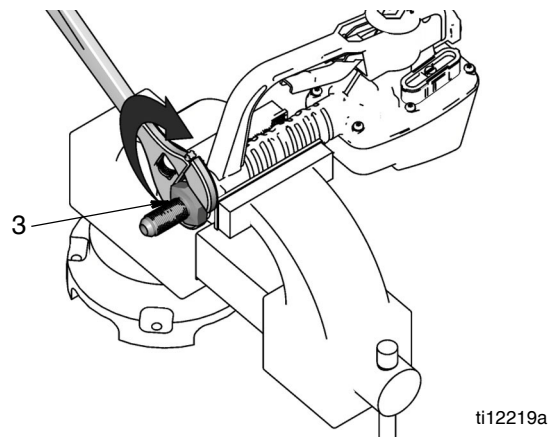

Рис. 5
5. Установите фитинг с перемычкой (3) на входе расходомера (Рис. 5). Закрепите фитинг гаечным ключом.